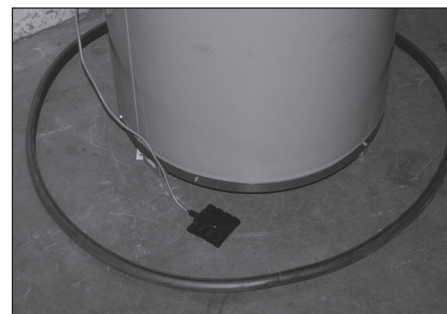

Figure 3
4. Installer la plaquette du détecteur d'eau sous le chauffe-eau avec la carte de circuit imprimé verte en bas. La plaquette du détecteur doit reposer à plat sur le sol ou dans le bac de récupération. Acheminer le câble de connexion vers l'unité de contrôle et insérer le connecteur de verrouillage dans la carte de circuit imprimé. **Figure 3**